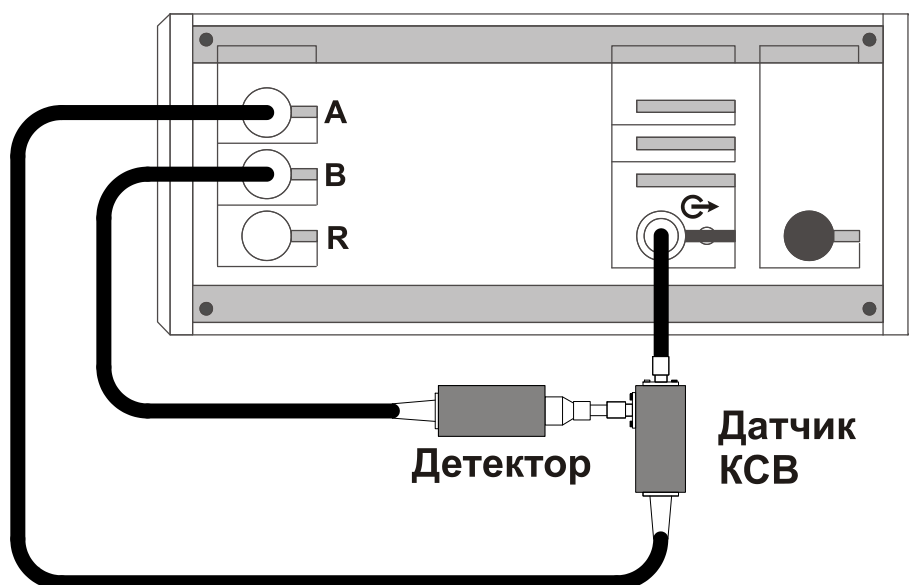

Рисунок 5.19 – Схема калибровки
5.5.5.2 Установка параметров измерений, проведение калибровки и измерений аналогичны приведенным в п. 5.5.3.4 и 5.5.4. Калибровка осуществляется последовательно: сначала для режима измерения КО и КСВН по указаниям п. 5.5.4, а затем для измерения модуля КП по указаниям п. 5.5.3.4. Сечением калибровки в режиме измерения модуля КП является измерительный порт датчика КСВ (рисунок 5.19).